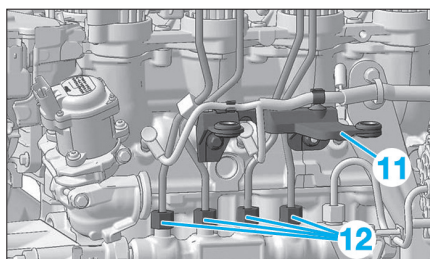

Fig. 44
- Déposer le support de boîte à air (11) (Fig.44).
- Desserrer les raccords (12).